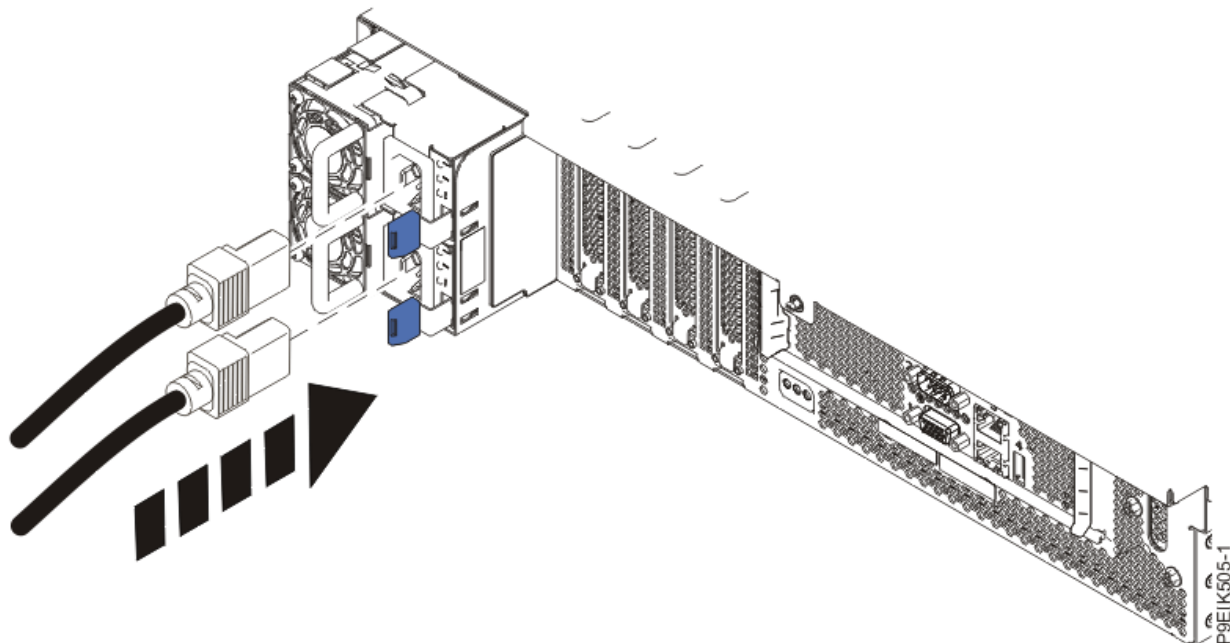

Figura 50. Conexión de los cables de alimentación al sistema
2. Utilizando las etiquetas, vuelva a conectar los cables de alimentación a la unidad del sistema como se muestra en la Figura 50 en la página 93.